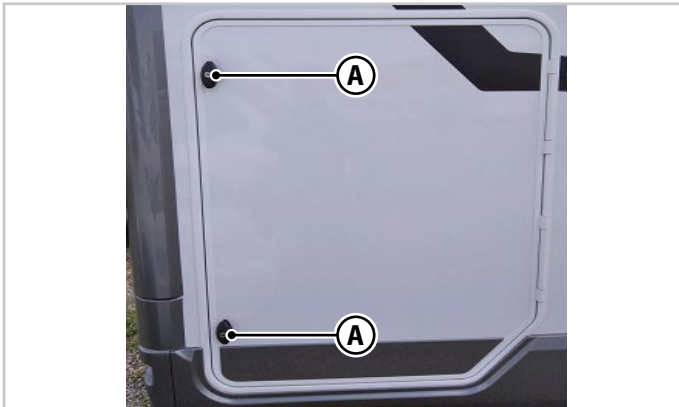

Fig. 5.3 - Cerraduras del garaje
- Asegúrese de haber cerrado con llave el garaje bloqueando todas las cerraduras (A - Fig.5.3) antes de iniciar la marcha. El solo cierre a presión de la trampilla no asegura su bloqueo.
El garaje tiene una o dos cerraduras (A - Fig.5.3).